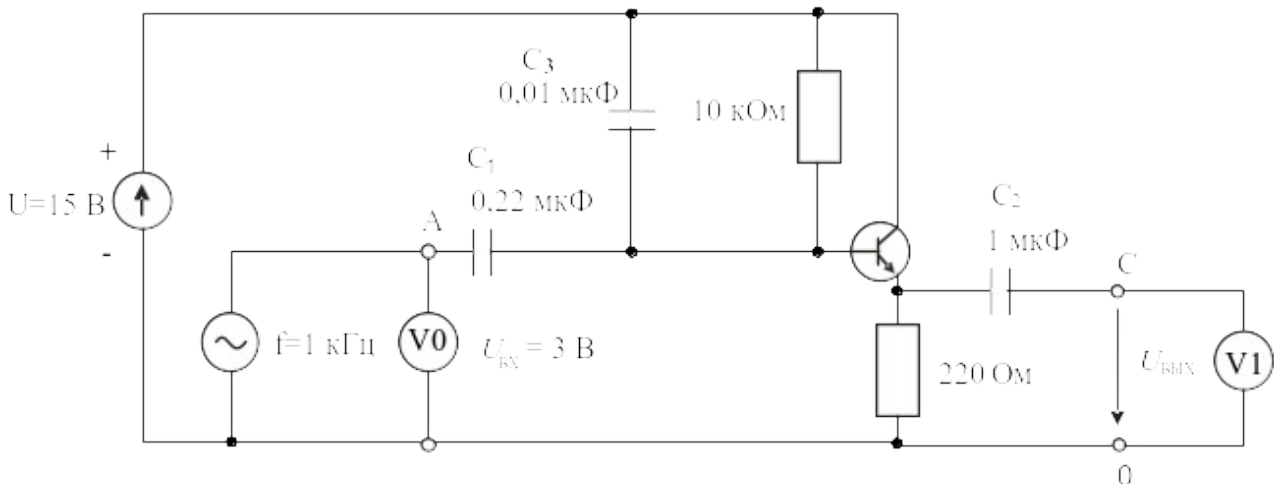
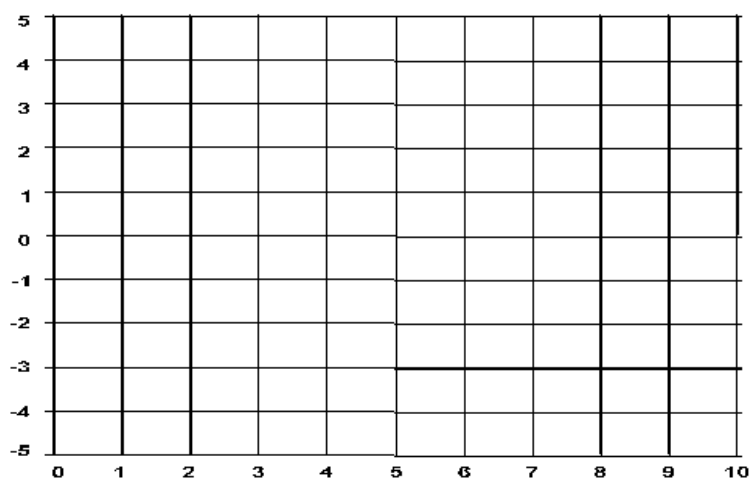

Рисунок 3 – Схема усилителя с общим коллектором
Рисунок 4
2.1. Соберите цепь усилителя по схеме с общим коллектором (рис. 3). Конденсатор C_3 в схеме служит для подавления высокочастотных помех. Повторите описанные выше измерения, постройте кривые на графике (рис. 4) и занесите результаты измерений в таблицу 1. При этом $R_{доб.}=10$ кОм, а $R_H=100$ Ом.